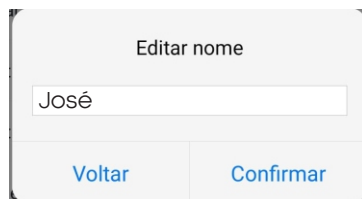

Figura 22
3. En la ventana emergente **"Editar nombre"** (figura 22), escriba el nombre deseado.